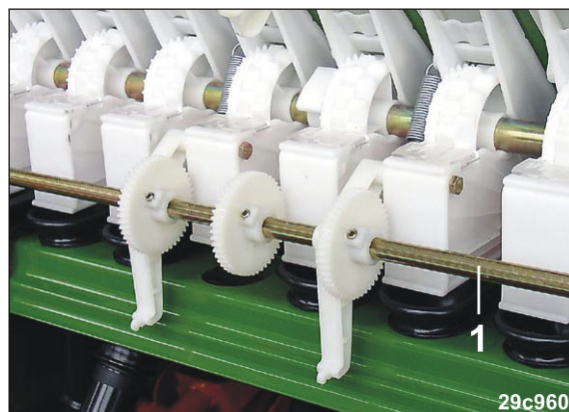

Fig. 122
3. Basculați arborele intermediar (Fig. 122/1) în jos.